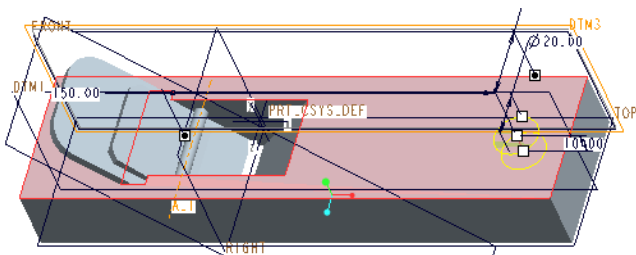

図 4-68 穴あけ木枠表面
- ・ 図 4-68 のようにモデル表面を赤色にハライトするまで押し、「穴ツール」 を選択し穴の配置場所を選択すると暫定的に穴が配置される。